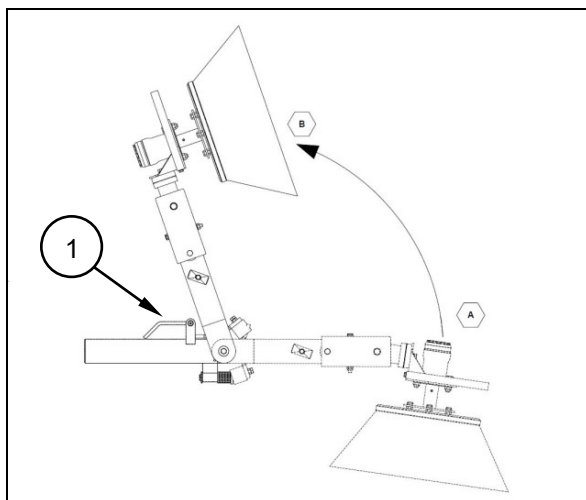

Fig. 4.11
- Drej sidebørsten (fig. 4.11) opad, og sæt den fast (1).